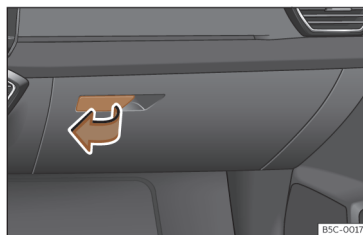

**Fig. 166** No lado do passageiro: porta-luvas.
**Abertura:** Puxe o manípulo >>> **Fig. 166** e abra o porta-luvas.